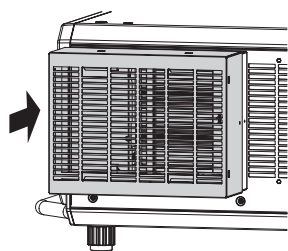

Abb. 1
1) Bringen Sie die Abdeckung des langlebigen Filters an der Montageklemme für langlebigen Filter an. (Abb. 1)